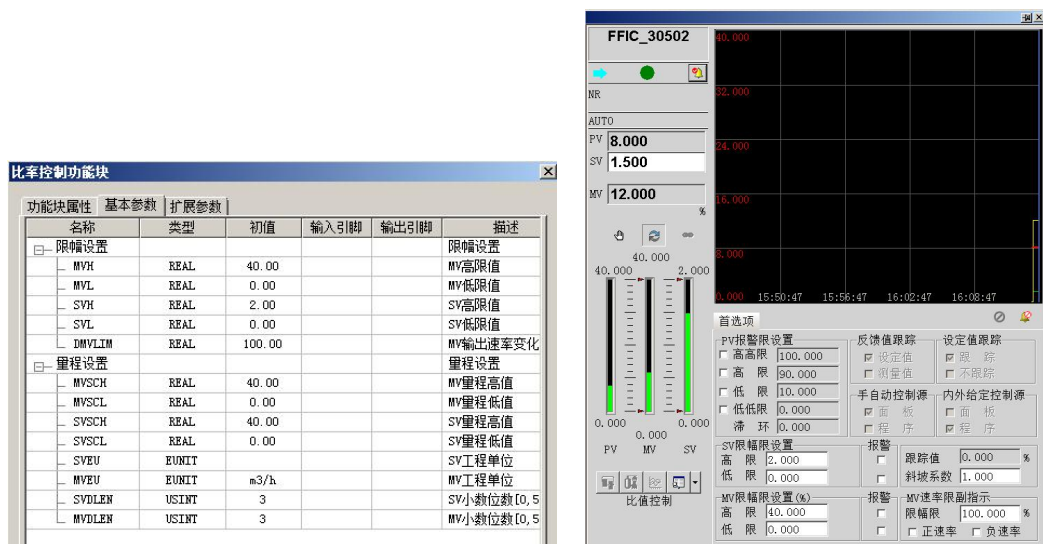

图 3.5.4.RATIO 量程设置
- SV 的量程和 MV 的量程和 PID 模块的 PV 值的量程必须一致。SV 设定的为为比值，SVH 和 SVL 的可对设定值进行限幅。设置如下图 3.5.4 所示